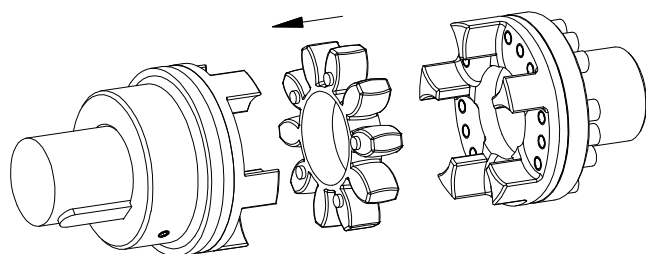

Bild 6: Montage des Zahnkranzes
- Setzen Sie den Zahnkranz in die Nockenpartie der Nabe ein (siehe Bild 6).
Bild 6 und 7: Beispiel an der Bauart CFN